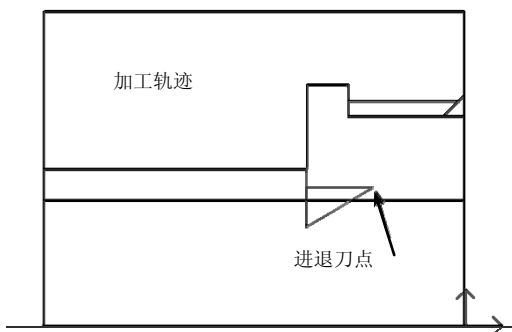

图 6-92 切槽加工轨迹
(3) 确定进退刀点 指定一点作为刀具加工前和加工后所在的位置，如图 6-92 所示。要保证选取的点在进退刀时不会与工件发生干涉。
(4) 生成刀具轨迹 当确定好进退刀点后，系统会自动生成红色的刀具轨迹，如图 6-92 所示。
(5) 轨迹仿真 z 轨迹仿真是对已有的加工轨迹进行加工过程模拟，以检查加工轨迹的正确性。选择下拉菜单“数控车”→“轨迹仿真”命令，或单击数控车工具栏中的“轨迹仿真”按钮，系统在“命令提示”栏中显示“拾取刀具轨迹”，然后单击立即菜单，在立即菜单选项中选择“动态”，并设